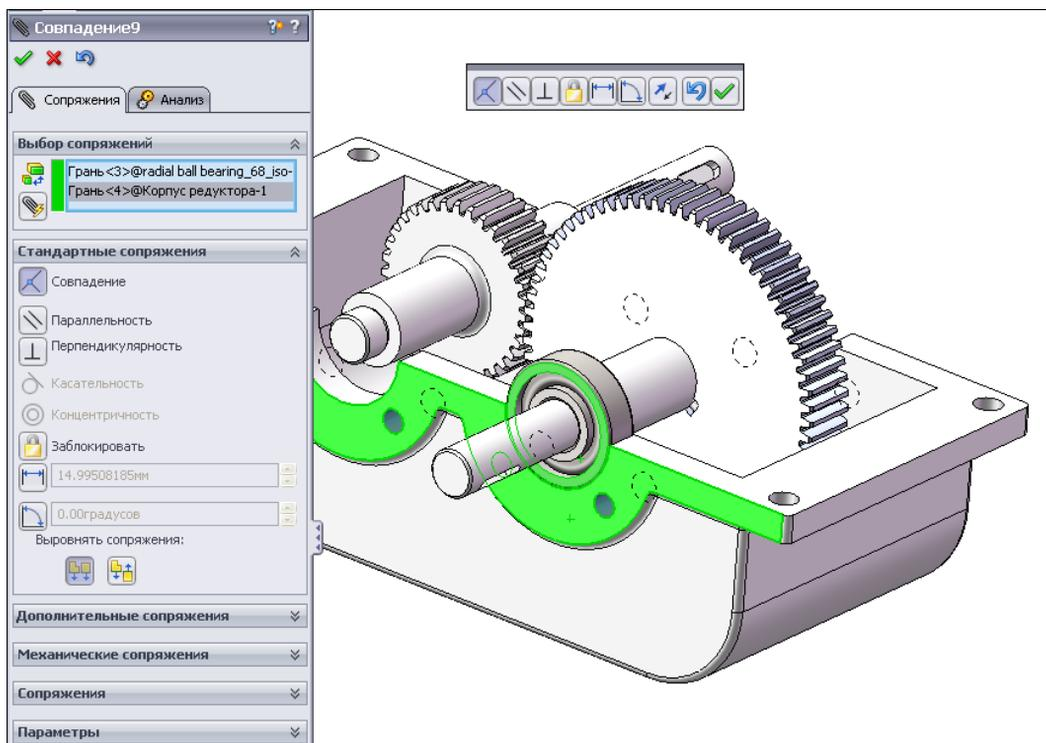

Рис. 6.43
20. Зададим сопряжение первого подшипника. Для этого активизируем кнопку  — **Условия сопряжения** и в появившемся на экране окне **Сопряжения** выберем **Концентричность** подшипника и ступенчатого вала, а также **Совпадение** плоских торцевых граней корпуса и подшипника (рис. 6.43).